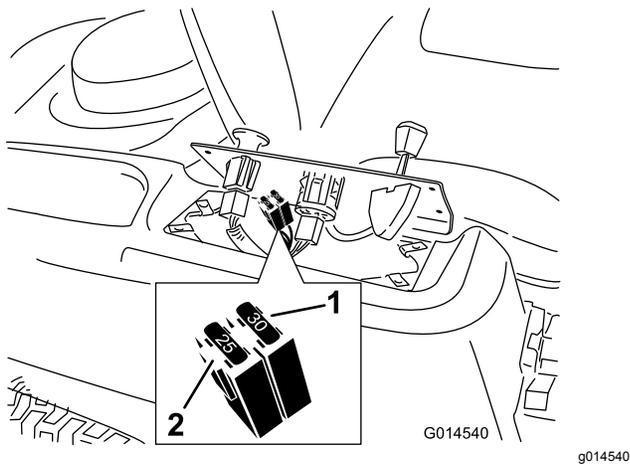

Bild 50
2. Heben Sie das Armaturenbrett an, um an den Hauptkabelbaum und den Sicherungsblock zu gelangen (Bild 50).
3. Ziehen Sie die Sicherung zum Wechseln heraus (Bild 50).